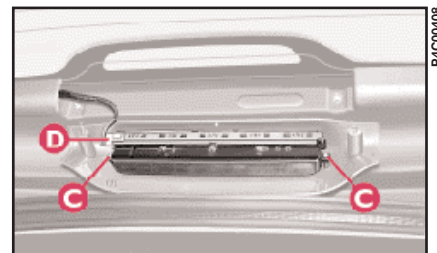

fig. 22
2) Svitare le due viti **C** (fig. 22), scollegare il connettore **D** e separare il gruppo trasparente dal rivestimento **B**.